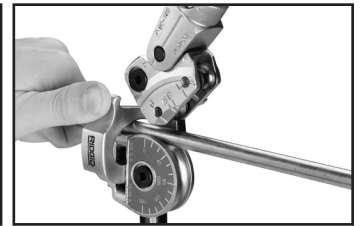

Рис. 3
3. Вставьте трубу в желоб формы и закрепите трубу в форме с помощью фиксатора (рис. 3).